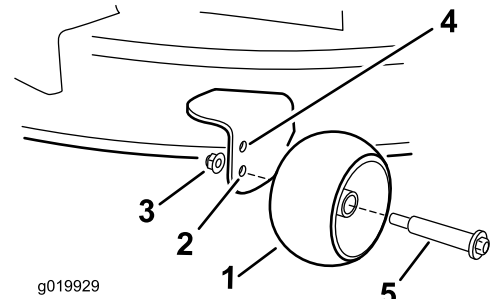

Figure 21
- Trou supérieur – utilisez cette position pour les hauteurs de coupe du tablier jusqu'à 63 mm (2-1/2 po) (Figure 21).
- Trou inférieur – utilisez cette position pour les hauteurs de coupe du tablier à partir de 76 mm (3 po) (Figure 21).